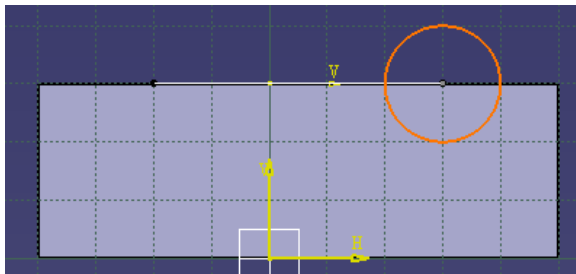

图 3-56
(3) 选择与 Spline 线垂直的面之后, 点击 , 在 Spline 线的一端画一个圆 (见图 3-56)。